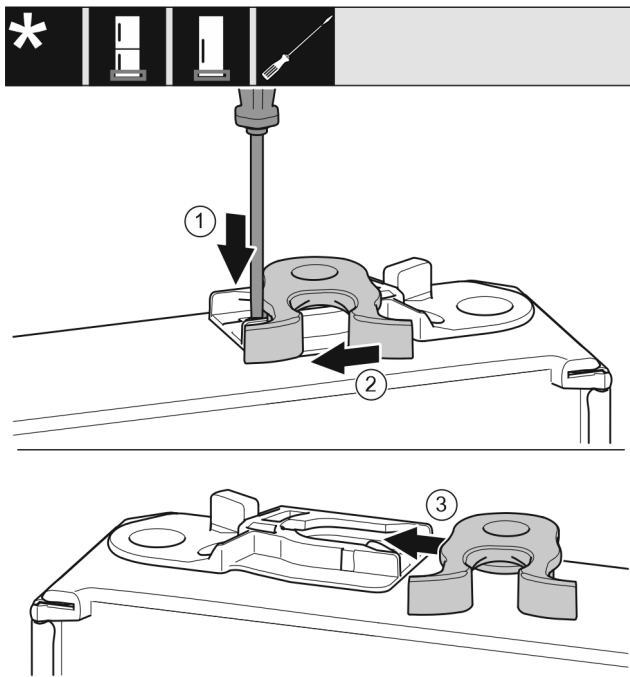

Fig. 19
- ▶ Tryck ner flärpen med en spårskruvmejsel. Fig. 19 (1)
- ▶ Dra ut låsbygeln ur fästet. Fig. 19 (2)
- ▶ Skjut in låsbygeln i fästet på andra sidan. Fig. 19 (3)